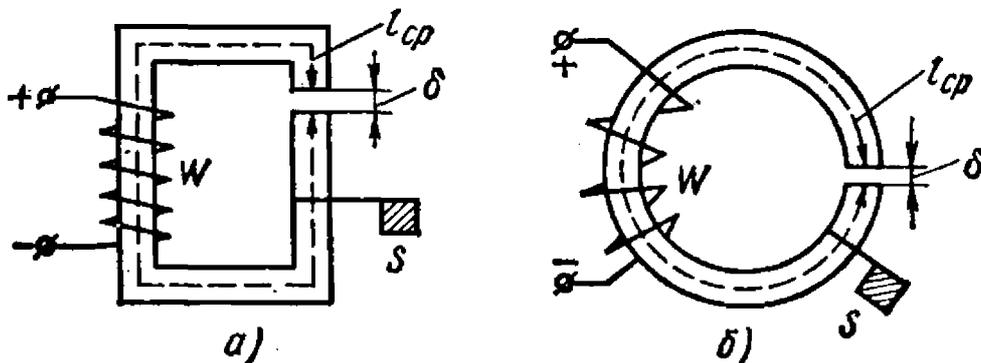

Рис. 9.11
9.11*. Определить ток в обмотке катушки с незамкнутым магнитопроводом (рис. 9.11, а, б), если заданы средняя длина $l_{ср}$ и поперечное сечение сердечника S , длина воздушного зазора δ , число витков обмотки ω и величина магнитного потока в зазоре Φ_0 (табл. 9.2). При расчете полем рассеяния пренебречь, магнитное